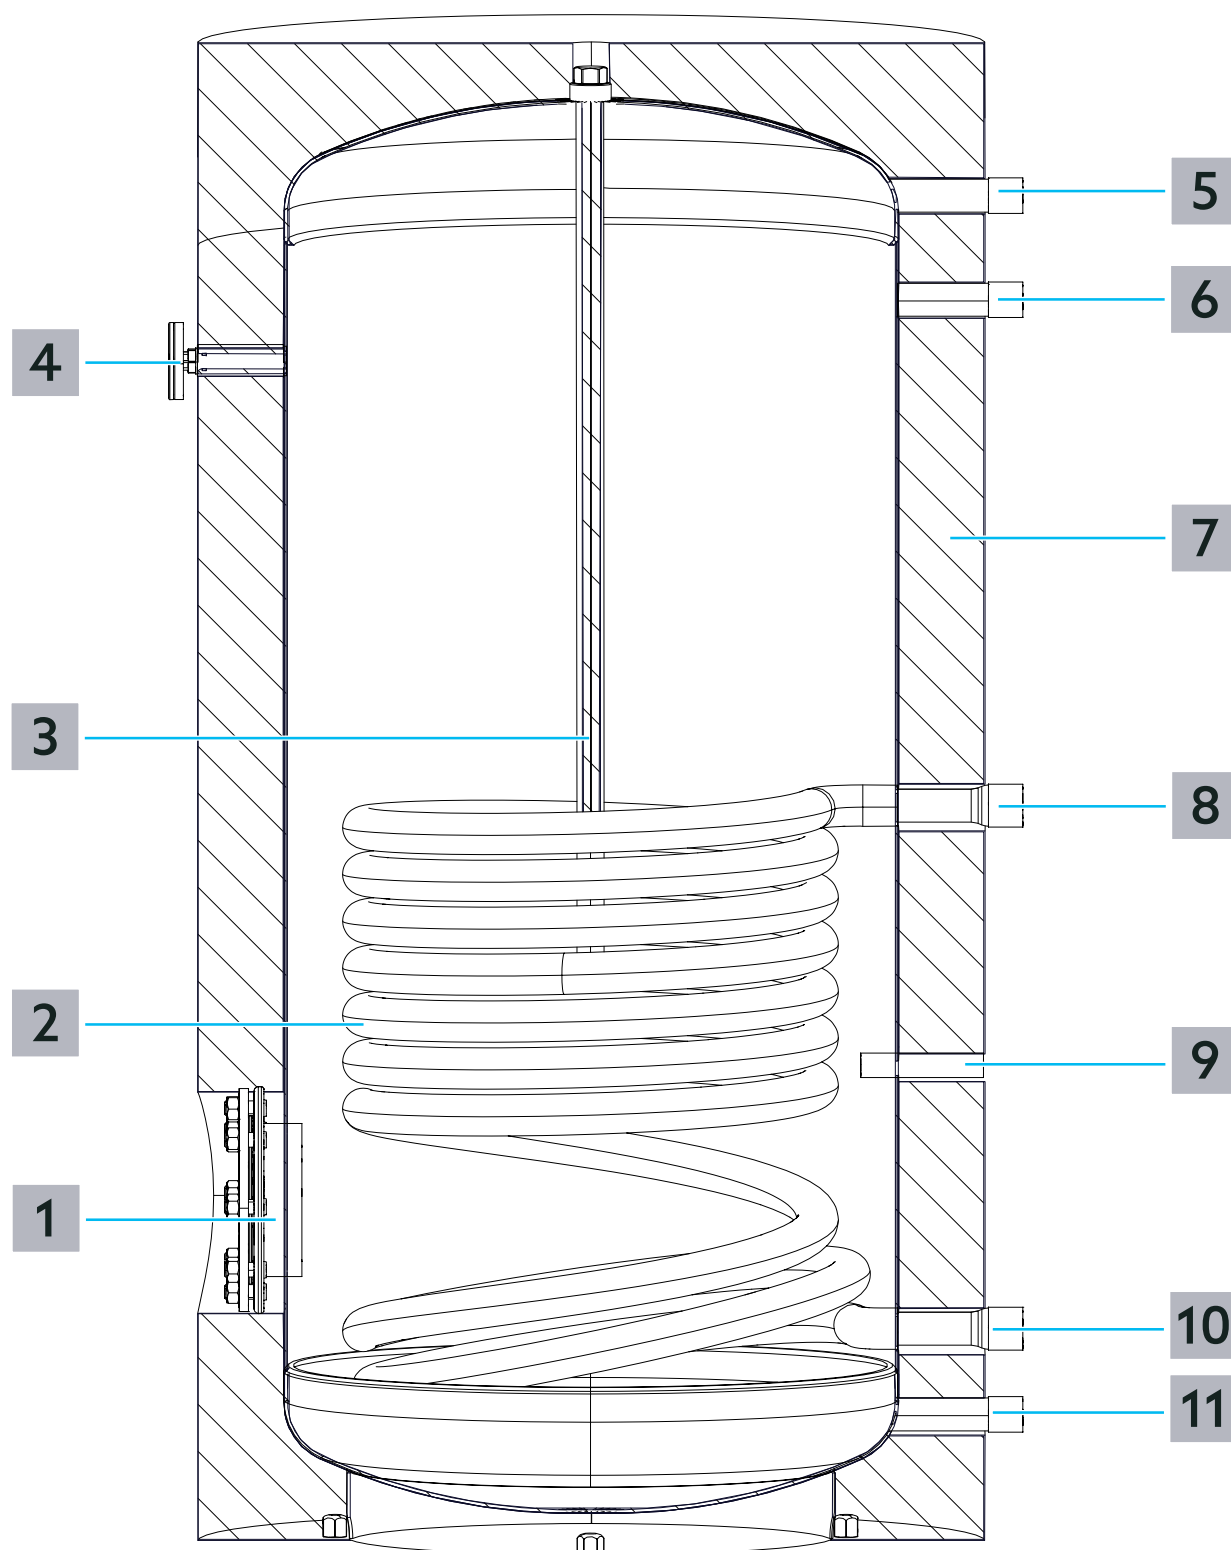

Fig. 2: Construction type 200
- 2 Procéder au raccordement de la tuyauterie selon Fig. 1 en page 31 et Fig. 2 en page 33.